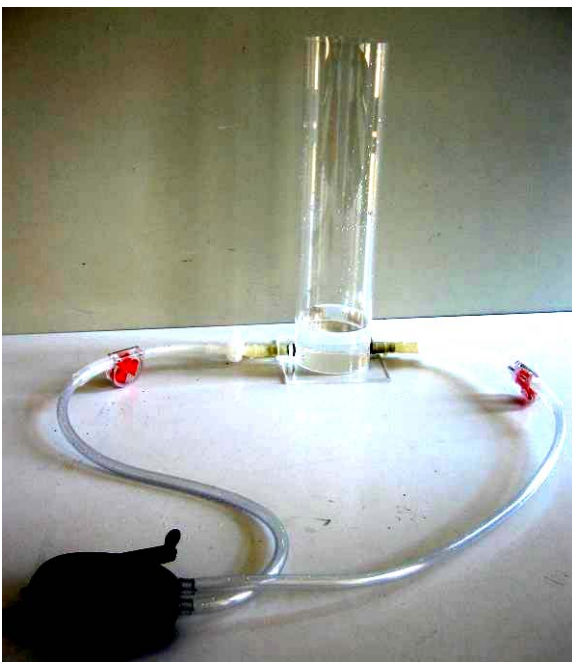

Abb. 11: Das Wasser fließt im Kreis
**Versuchsaufbau:** Abbildung 11